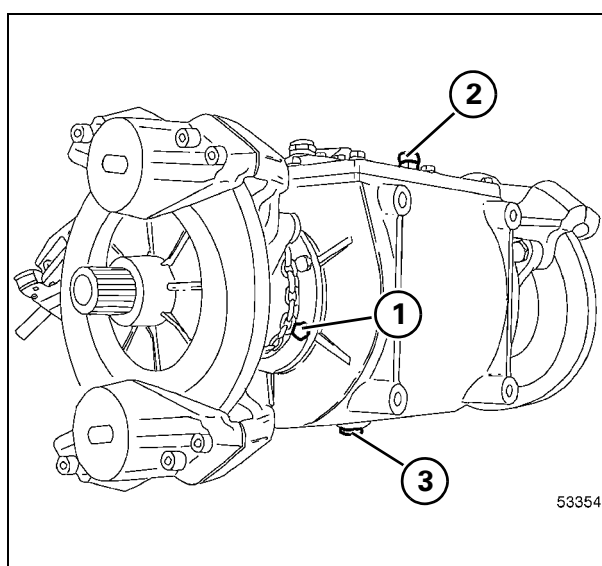

Рис. 68
**61. Коробка передач - Рис. 68**